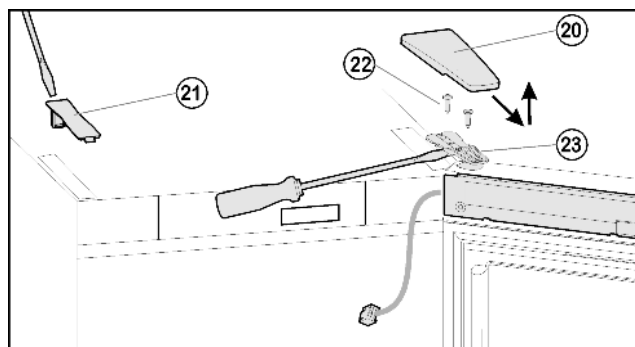
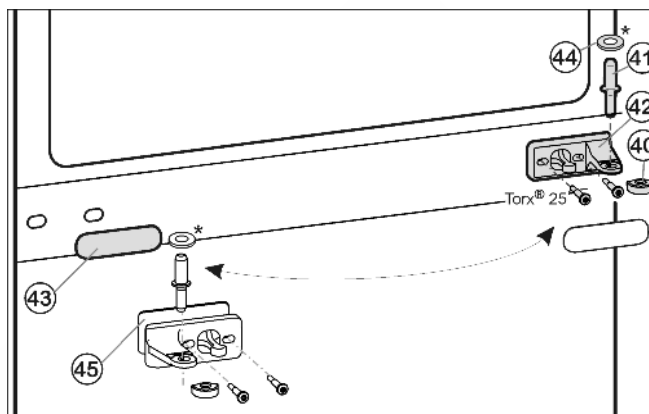
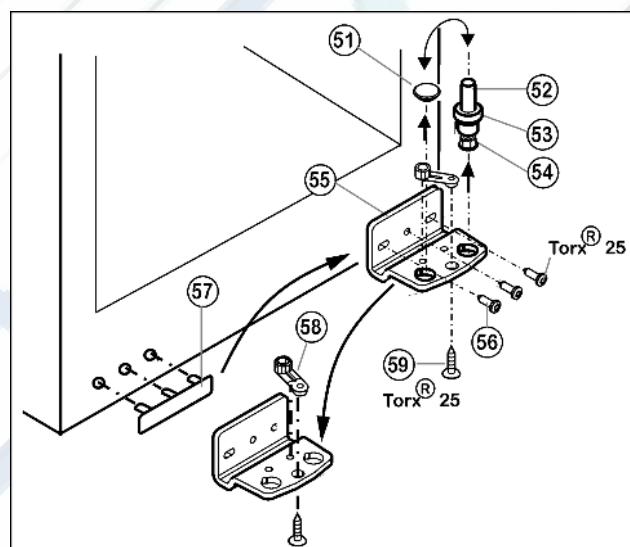

Fig. 6
Fig. 7
Fig. 8
- Крышку Fig. 6 (20) снимите движением вперед и вверх
- Снимите крышку Fig. 6 (21).
- Полностью выверните винты Fig. 6 (22).
- Снимите дверцу вместе с опорным кронштейном Fig. 6 (23) и кабелем вверх. Для снятия, возможно, понадобится осторожно подцепить опорный кронштейн снизу шлицевой отверткой.
- Вытащите из опорного кронштейна и нижней дверцы средний опорный палец Fig. 7 (41).
- Снимите пластмассовый колпачок Fig. 7 (40).
- Открутите средний опорный кронштейн Fig. 7 (42) (2 шт. Torx® 25).
- Осторожно снимите накладку Fig. 7 (43).
- Прикрутите средний опорный кронштейн Fig. 7 (42) с подкладкой Fig. 7 (45) с поворотом на 180° на новую сторону шарнира (с моментом 4 Нм).
- Защелкните накладку Fig. 7 (43), повернув на 180°, на стороне, где теперь будет ручка.
- Извлеките опорный винт Fig. 8 (52) в комплекте с шайбой Fig. 8 (53) и регулируемой опорой Fig. 8 (54), вытягивая его вверх.
- Снимите пробку Fig. 8 (51).
- Открутите Fig. 8 (56) опорный кронштейн Fig. 8 (55).
- Открутите Fig. 8 (59) опорную деталь Fig. 8 (58) и, переставив в отверстие на противоположной стороне опорного кронштейна, снова прикрутите.
- Осторожно снимите и переставьте на противоположную сторону крышку со стороны ручки Fig. 8 (57).
- Снова прикрутите опорный кронштейн Fig. 8 (55) на новой стороне шарнира (с моментом 4 Нм). При необходимости используйте аккумуляторный шурупверт.
- Переставьте пробку Fig. 8 (51) в свободное отверстие.
- Вновь установите опорный винт Fig. 8 (52) в комплекте с шайбой и регулируемой опорой. При этом фиксатор должен быть направлен назад.
- ▶ Установите дверь сверху на опорный палец *Fig. 8 (52)*.
- ▶ Снова наденьте пластмассовый колпачок *Fig. 7 (40)* на средний опорный кронштейн *Fig. 7 (42)*.
- ▶ Вставьте средний опорный палец *Fig. 7 (41)* через средний опорный кронштейн *Fig. 7 (42)* в нижнюю дверцу.
- ▶ Установите верхнюю дверцу на средний опорный палец *Fig. 7 (41)*, закройте дверцу и установите верхний опорный кронштейн *Fig. 6 (23)* так, чтобы он защелкнулся в верхней стороне устройства.
- ▶ Закрутите опорный кронштейн *Fig. 6 (23)* (с усилием 4 Нм). При необходимости просверлите отверстия или используйте аккумуляторную отвертку.
- ▶ Защёлкните крышку *Fig. 6 (20)* и крышку *Fig. 6 (21)*.
- ▶ При необходимости выровняйте дверцы через два продольных паза в нижнем опорном кронштейне *Fig. 8 (55)* и среднем опорном кронштейне *Fig. 7 (42)* параллельно корпусу устройства. Для этого выкрутите средний винт на нижнем опорном кронштейне *Fig. 8 (55)*.